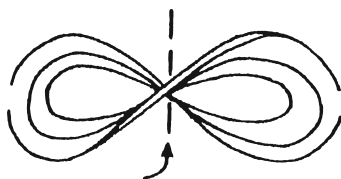

Рис. 789
- Возьмитесь за обручи двумя руками и скрутите их «восьмеркой», как показано на рис. 789.